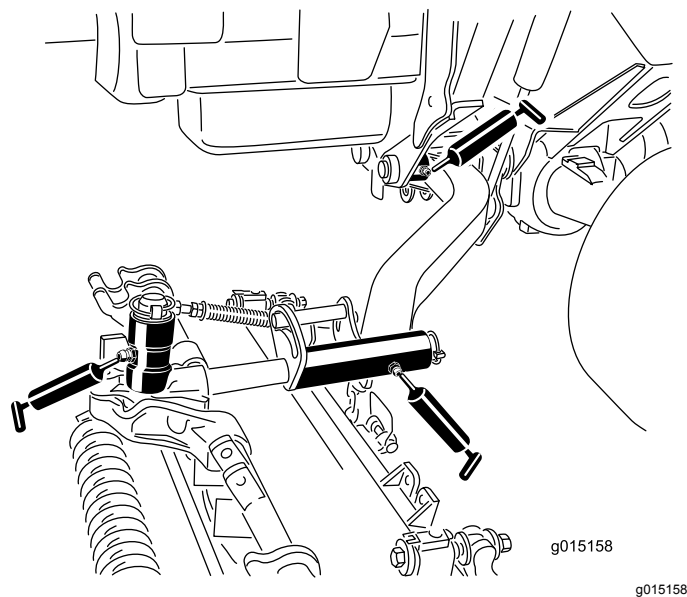

Figura 45
- Casquillos de pivote de los brazos de elevación (1 por unidad de corte) (Figura 45)
- Bastidor de tiro de la unidad de corte (2 por unidad de corte) (Figura 45)
- Pivotes de los brazos de elevación de las unidades de corte (1 por unidad de corte) (Figura 45).